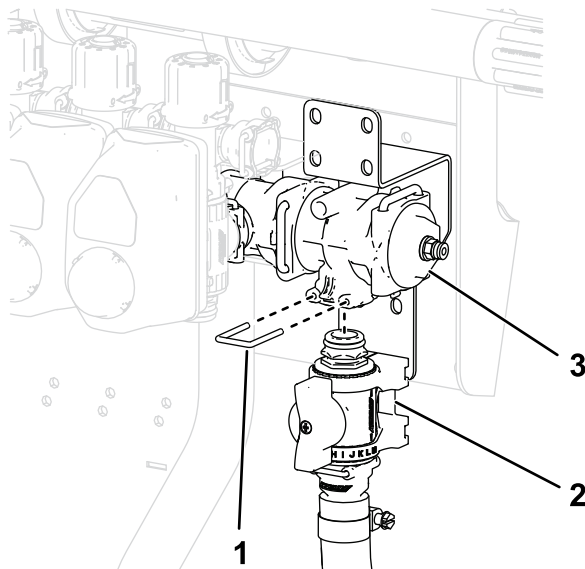

Figure 38
9. Fixez la vanne de commande sur le raccord en T avec un étrier, comme montré à la Figure 38.